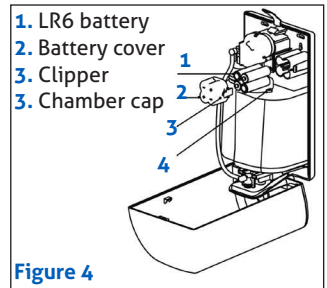

Figure 4
- Coloque 4 baterías LR6 en su alojamiento siguiendo la polaridad indicada "+" "-" y cierre la tapa a continuación (Fig. 4).
- Install 4 pieces of LR6 batteries into the box follow "+" "-" pole, put the battery back, and close the cover for the battery box (Figure 4).